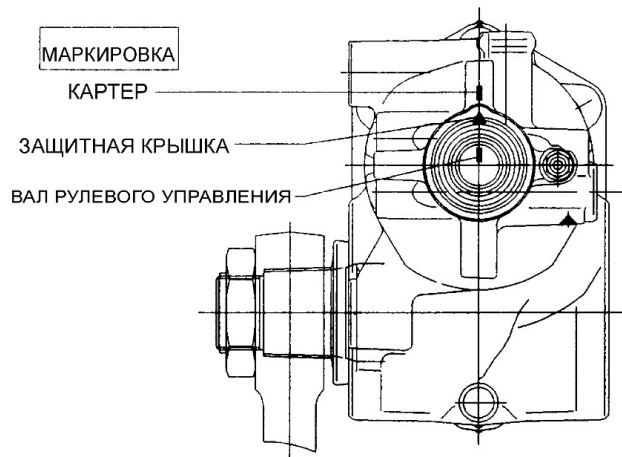

Рис. 6.26. Маркировка
4. Повернуть рулевое управление в среднее положение – половина общего количества оборотов рулевого колеса, при этом должны совпадать маркировки (см. Рис. 6.26) на вале рулевого управления, защитной крышке и картере.